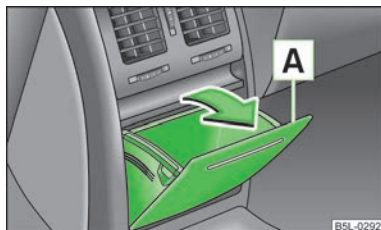

Fig. 82
- Abrir el compartimento guarda objetos tirando del borde superior del mismo [A] en el sentido de la flecha » fig. 82.